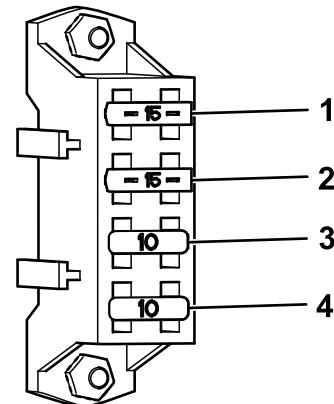

Figure 53
4. Remplacez les fusibles grillés (Figure 53).